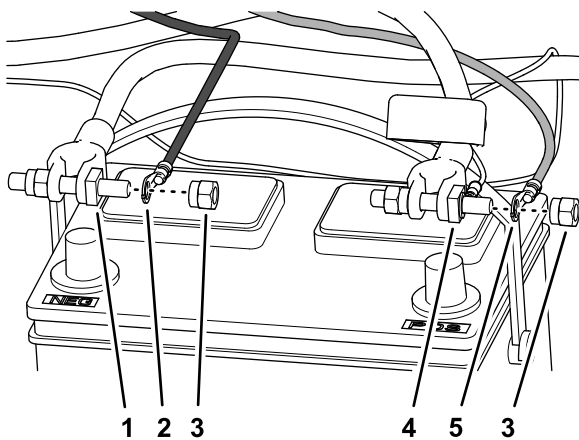

Figura 13
2. Inserite il capicorda ad occhiello del filo etichettato come BATTERY (-) del cablaggio preassemblato sul bullone della fascetta della batteria per il cavo negativo della batteria con un dado apposito (Figura 13).
3. Inserite il capicorda ad occhiello del filo etichettato come BATTERY (+) del cablaggio preassemblato sul bullone della fascetta della batteria per il cavo negativo della batteria con un dado apposito (Figura 13).